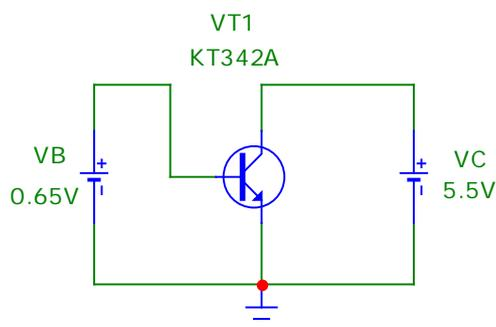

Рис. 2.1. Схема включения биполярного транзистора
В данной работе производится измерение на модели *статических характеристик и низкочастотных параметров* транзисторов, т.е. характеристик, определяемых по постоянному току, и параметров, определяемых по приращению постоянных токов и напряжений. Моделирование проводится для биполярного транзистора (БТ) типа *n-p-n*, включённого по схеме с общим эмиттером (ОЭ) (рис. 2.1). Характеристики транзисторов измеряются как при стандартной температуре $+27^{\circ}\text{C}$, что соответствует абсолютной температуре 300 К, так и в заданном интервале температур. Все измерения производятся в режиме расчёта передаточных функций по постоянному току (**Analysis>DC...**).
2. Составьте схему для измерения статических характеристик биполярного транзистора. Напряжение источника в цепи коллектора установите равным $U_{0К}$, а напряжение источника в цепи базы задайте в соответствии с рис. 2.1 (0,65 В).